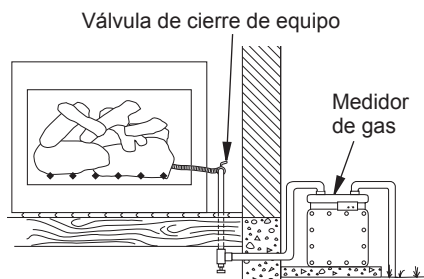
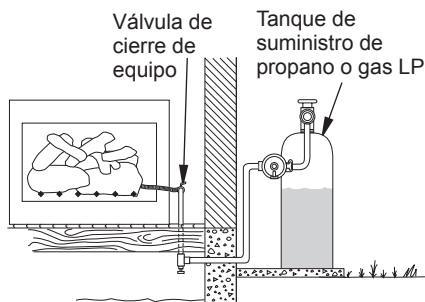

Figura 5 - Revisión de las uniones de gas (Para gas natural solamente)
Figura 6 - Revisión de las uniones de gas (Para propano o gas LP solamente)
3. Si tiene gas natural, revise las uniones desde el medidor de gas hasta la válvula de cierre (figura 5) y si tiene suministro de propano o gas LP, desde el suministro hasta la válvula de cierre (figura 6). Aplique líquido para detectar fugas no corrosivo en todas las uniones. La formación de burbujas indicará una fuga.